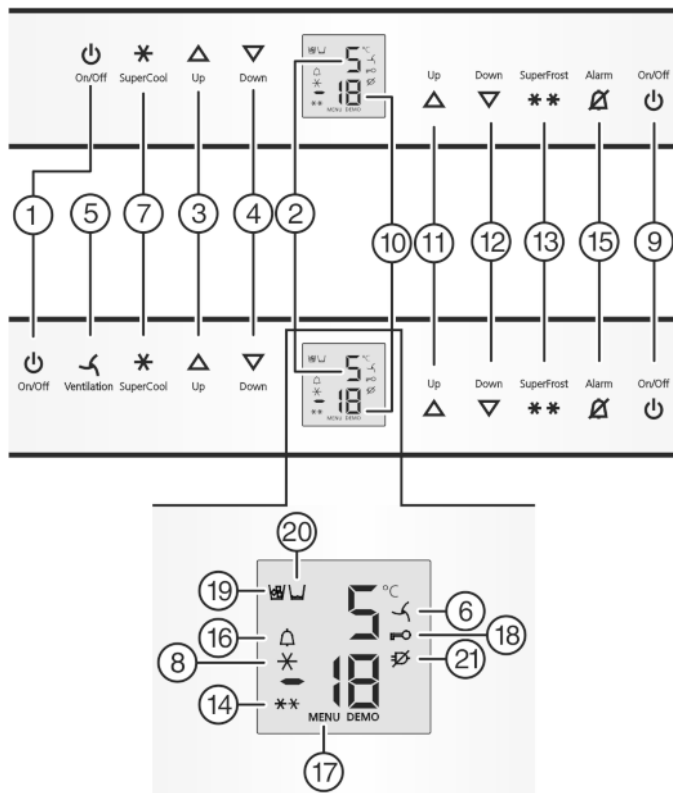

Fig. 2
- Натиснете бутона On/Off на фризерната част Fig. 2 (9).
- Натиснете бутона On/Off на хладилната част Fig. 2 (1).
- ▷ Хладилната част е включена: Температурният индикатор на хладилната част Fig. 2 (2) свети. При отваряне на вратата на хладилната част вътрешното осветление се включва.
- Активиране на режим настройки: Натиснете бутон SuperFrost Fig. 2 (13) ок. 5 сек.
- ▷ Символът Меню Fig. 2 (17) светва.
- ▶ Натиснете за кратко бутона SuperFrost Fig. 2 (13), за да потвърдите.
- ▶ Натиснете бързо бутона SuperFrost Fig. 2 (13) за включване на защитата от деца.
- ▷ Символът Защита от деца Fig. 2 (18) светва. На индикатора мига **c**.
- ▶ Натиснете бързо бутона SuperFrost Fig. 2 (13) за изключване на защитата от деца.
- ▷ Символът Защита от деца Fig. 2 (18) угасва. На индикатора мига **c**.
- ▶ Деактивиране режима на настройка: Натиснете бутона On/Off на фризерната част Fig. 2 (9).
- ▶ Натиснете бутона Аларма Fig. 2 (15).
Заедно с това температурният индикатор и графичният символ Аларма Fig. 2 (16) мигат.
Сирената автоматично спира, символът Аларма Fig. 2 (16) изгасва и температурният индикатор спира да мига, когато температурата отново е достатъчно ниска.